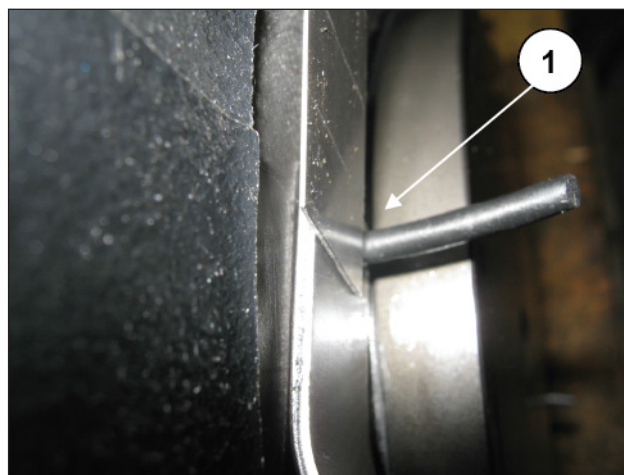
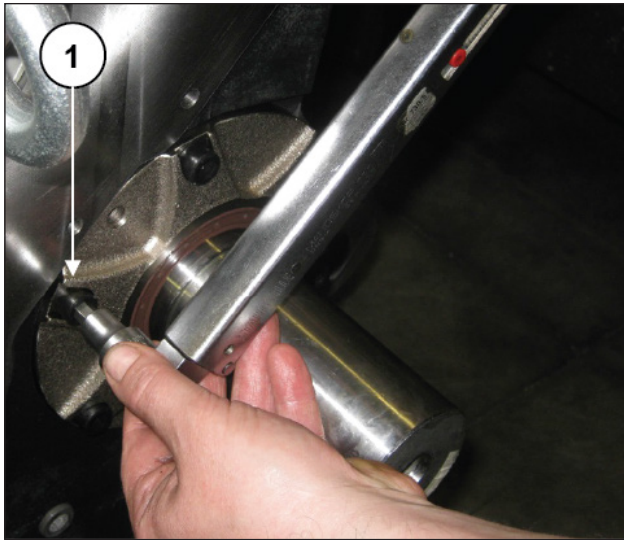
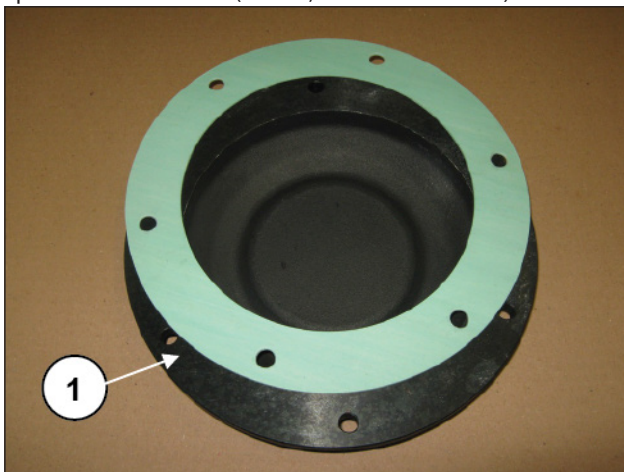
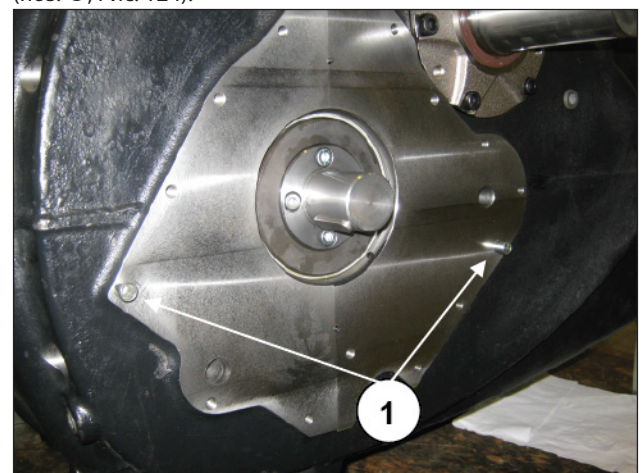

Рис. 114
Рис. 120
Рис. 121
Рис. 125
Смажьте силиконовым герметиком типа MOTORSIL D (Arexons) все места соприкосновения выступов уплотнительных колец OR с плоскими уплотнениями (Рис. 114, поз. ①).
Установите крышку коленчатого вала с соответствующим уплотнением (после смазки выступающих колец OR силиконовым герметиком, см. Рис. 114, и затяните крепежные винты M8 (поз. ①, Рис. 120 - Рис. 121).
Установите плоское уплотнение (поз. ①, Рис. 125) после смазки выступающих колец OR силиконовым герметиком (см. Рис. 114).